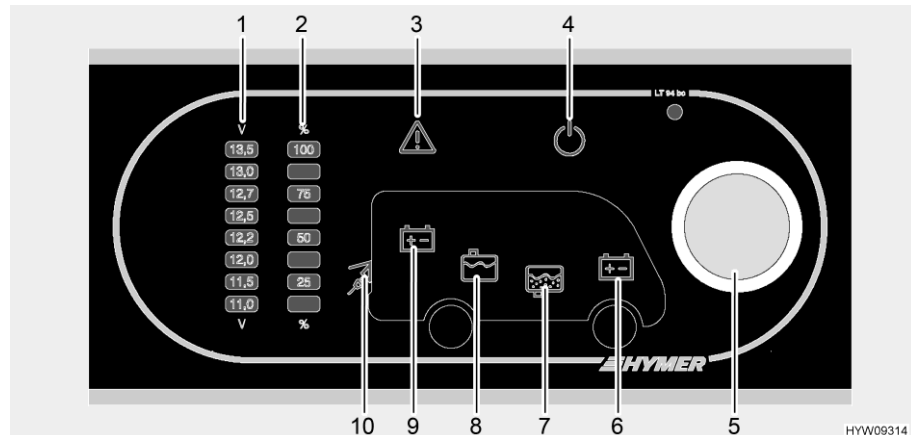

Fig. 95 Panel (LT 94)
El pulsador giratorio (Fig. 95,5) conecta y desconecta el panel y la alimentación de 12 V del habitáculo.
- Presionar el pulsador giratorio (Fig. 95,5): La alimentación de 12 V del habitáculo está conectada. La luz de control de 12 V (Fig. 95,4) se enciende.
- Presionar el pulsador giratorio (Fig. 95,5): La alimentación de 12 V del habitáculo está desconectada. Se apaga la luz de control de 12 V (Fig. 95,4).
A través del pulsador giratorio (Fig. 95,5) se puede consultar tanto la tensión de la batería del habitáculo como la tensión de la batería del motor de arranque. La tensión es indicada en la escala indicadora de la tensión de batería (Fig. 95,1).
- Girar el pulsador giratorio (Fig. 95,5) hasta que esté iluminado el símbolo de la batería para la cual se habrá de consultar la tensión.
Se indica la tensión de la batería del habitáculo (Fig. 95,9)
Se indica la tensión de la batería del motor de arranque (Fig. 95,6)
- Leer la tensión en la escala indicadora Tensión de batería (Fig. 95,1).
A través del pulsador giratorio (Fig. 95,5) se puede consultar tanto el nivel de llenado del depósito de agua como el nivel de llenado del depósito de aguas residuales. El nivel de llenado es indicado en la escala indicadora Nivel de llenado del depósito (Fig. 95,2).
- Girar el pulsador giratorio (Fig. 95,5) hasta que esté iluminado el símbolo del depósito para el cual se habrá de consultar el nivel de llenado.
Se indica el nivel de llenado del depósito de agua (Fig. 95,8)
Se indica el nivel de llenado del depósito de aguas residuales (Fig. 95,7)
- Leer el nivel de llenado la escala indicadora Nivel de llenado del depósito (Fig. 95,2).
La luz de alarma Alarma (Fig. 95,3) parpadeará tan pronto se sobrepase o se quede abajo de valores límite definidos.
La luz de alarma Alarma (Fig. 95,3) parpadeará tan pronto la tensión de la batería quede abajo de 11 V. En caso de que esté conectada la alimentación de 12 V, adicionalmente estará iluminado el símbolo de batería correspondiente (Fig. 95,6 ó 9), y la indicación "11,0" de la escala indicadora Tensión de batería (Fig. 95,1) parpadeará. Amenaza de descarga completa.
La luz de alarma Alarma (Fig. 95,3) parpadeará y el símbolo del depósito correspondiente (Fig. 95,7 ó 8) estará iluminado tan pronto esté vacío el depósito de agua o lleno el depósito de aguas residuales.
Se enciende la luz de control de 230 V (Fig. 95,10) cuando hay tensión de red en la entrada del bloque eléctrico.